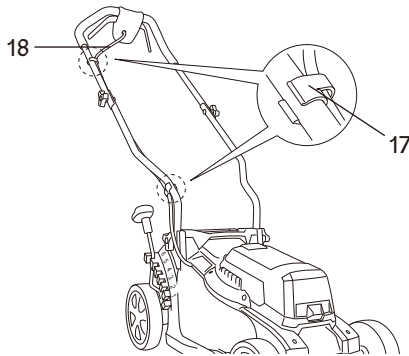

FIG. 5
4. Fixer le cordon de commande (18) avec deux pinces pour câblage (17) (Fig. 5).